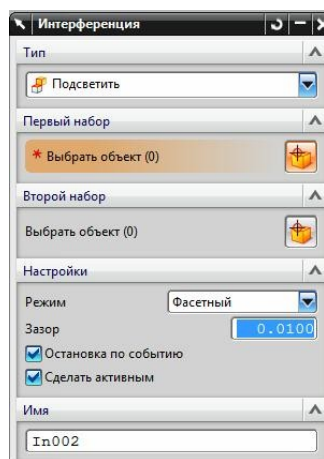
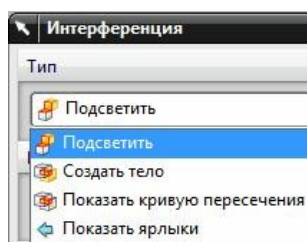
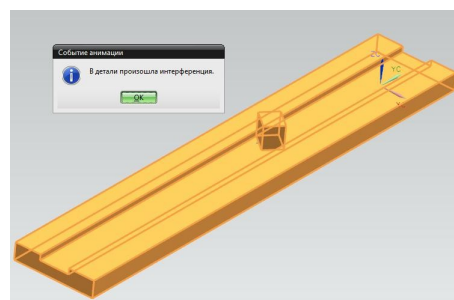

Рис.37
рис.38
рис.40
•Диалоговое окно этого средства показано на рис.37. В поле *Тип* (рис.38) нужно выбрать нашу реакцию на пересечение тел. Выберем средство *Подсветить*. В этом случае, в случае пересечения оба тела будут подсвечены как на рис.40.
- И теперь, как только пересечение произойдет, система остановит анимацию (рис.40).